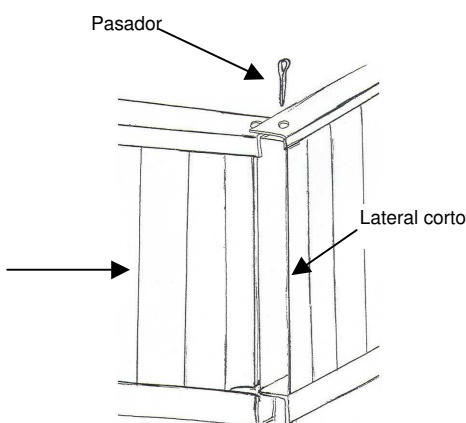

fig. 2
- 3.- Colocar y levantar el lateral corto sin puerta, ensamblandolo con los laterales largos el dibujo (fig.2), para fijarlos se utilizaran los pasadores que vienen en la bolsa.